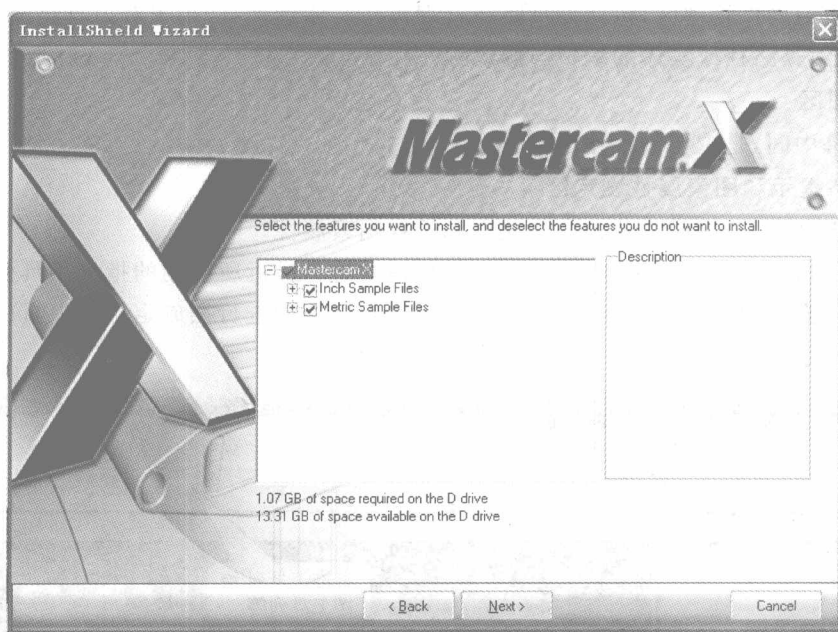

图 1-7 安装范例
⑦ 选择所要安装的 Mastercam X 范例(如图 1-7 所示),单击 Next 按钮进入下一步安装。